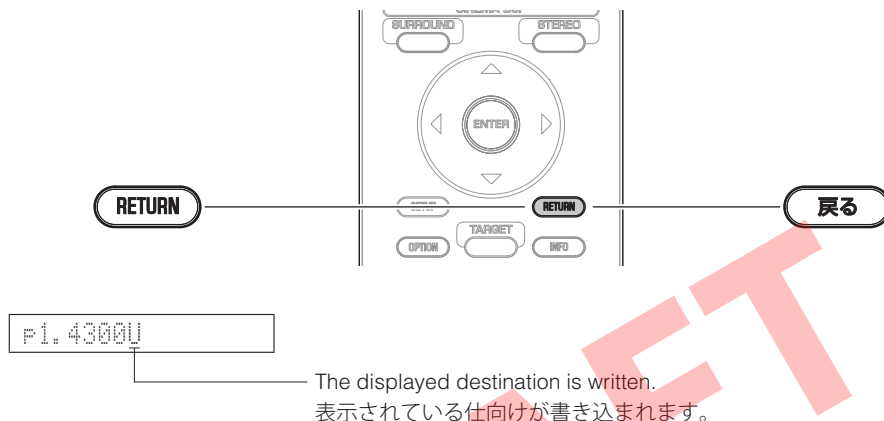

Fig. 4
6. If the "RETURN" key of the remote control is pressed, the displayed destination will be written and the power will be turned off automatically. (Fig. 4)
6. リモコンの“戻る”キーを押すと、表示されている仕向けが書き込まれ、自動的に電源が切れます。(Fig. 4)